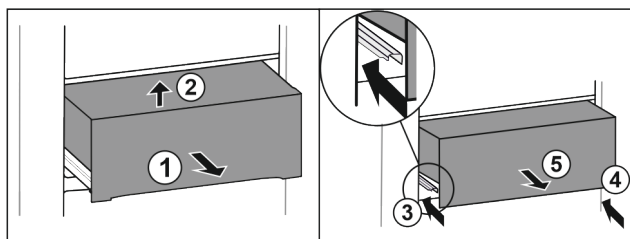

Fig. 31
- ▶ Schubfach halb herausziehen Fig. 31 (1).
- ▶ Vorne anheben Fig. 31 (2).
- ▶ Linke Schiene einschieben Fig. 31 (3).
- ▶ Rechte Schiene einschieben Fig. 31 (4).
- ▶ Schubfach nach vorne entnehmen Fig. 31 (5).